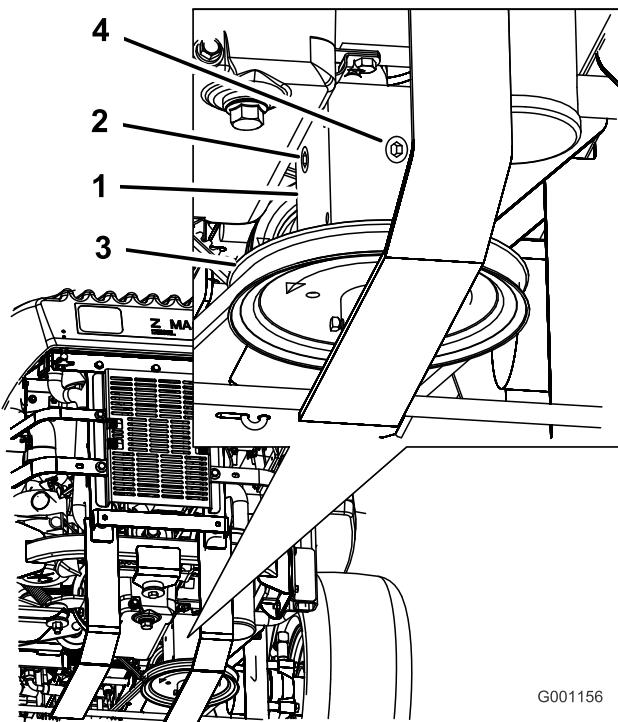

Figure 53
4. Enlevez le bouchon latéral ou arrière du boîtier d'engrenages (Figure 53).